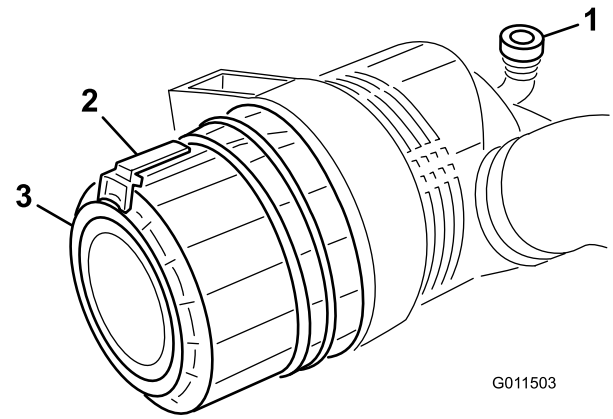

Figure 87
2. Tirez le verrou vers l'extérieur et tournez le couvercle du filtre à air dans le sens antihoraire (Figure 87).